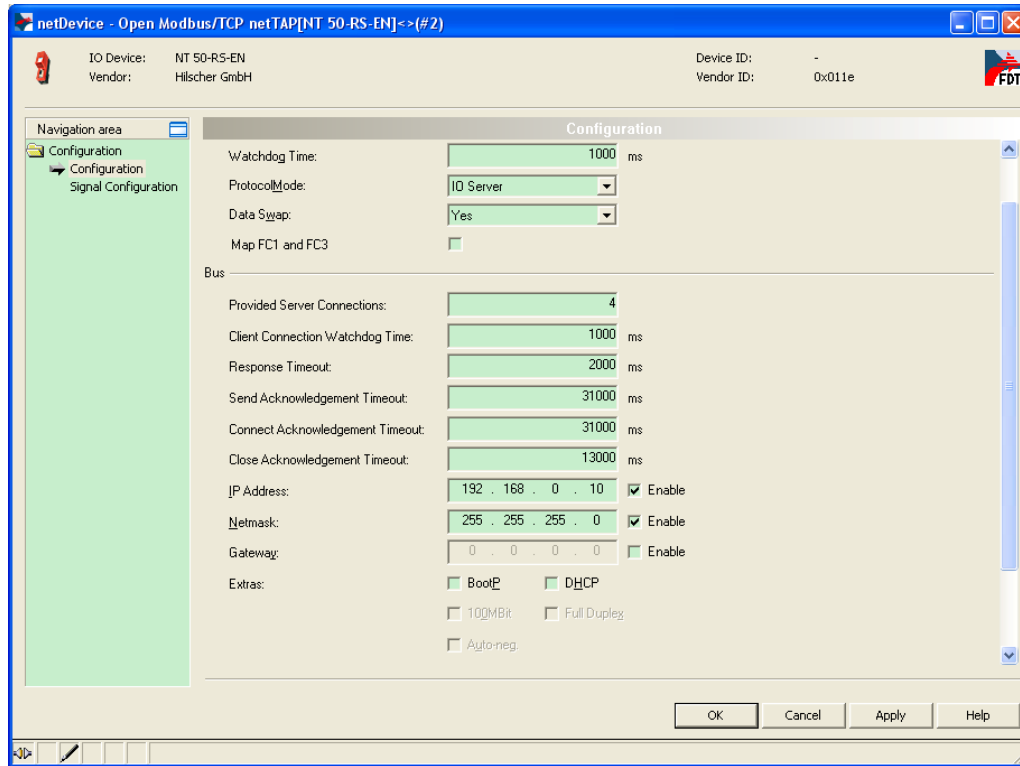

图 32
2) 设置 Modbus/TCP 协议的参数，如：主站或从站，IP 地址。如果需要设置一个固定 IP 地址，则首先取消“DHCP”选项，再使能 IP Address 及 Netmask 参数，如图 32 所示。